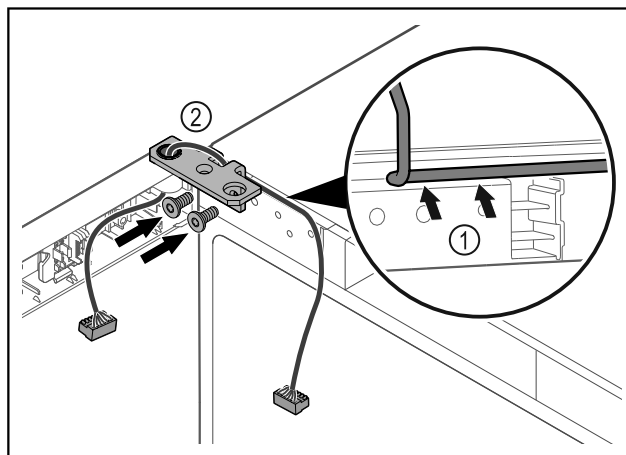

Fig. 43
- ▶ Poprowadzić kabel przez wgłębienie w zawiasie i ostrożnie go ułożyć Fig. 43 (1).
- ▶ Przykręcić zawias Fig. 43 (2).